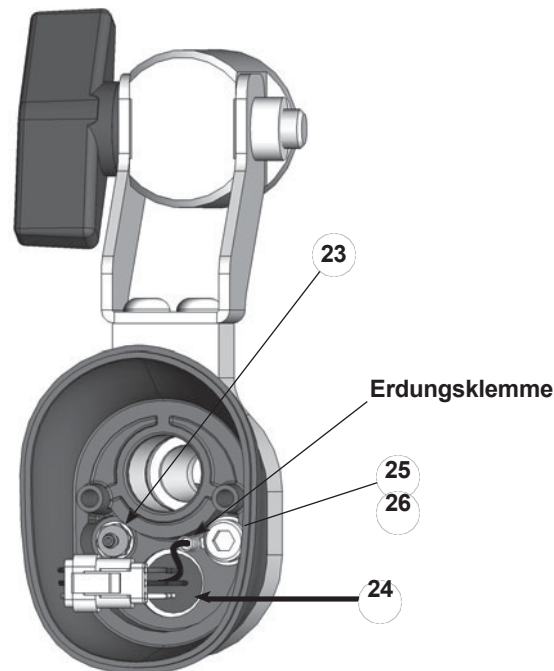

Abbildung 17 Demontage der Pistole - Austausch von Kabelbuchse und Stecknippel
5. Einen kleinen Schlitzschraubendreher in den Schlitz an den Kabelbaumsteckern einführen und trennen Sie den Steckdosenkabelbaum (24) vom Stromversorgungskabelbaum.
6. Siehe Abbildung 17. Den durchsichtigen Luftspülschlauch von der Stecknadelverschraubung (23) im Inneren des Geräts abziehen. das hintere Gehäuse.
- a. Siehe Abbildung 17. Verwenden Sie einen 4-mm-Sechskantschlüssel, um die Sechskantschraube (25) und die Unterlegscheibe (26) zu entfernen und die Erdungsklemme abzutrennen.
- g. Siehe Abbildung 17. Den Erdungsanschluss mit der Sechskantschraube und der Unterlegscheibe (25, 26) an der Endkappe befestigen.
16. Siehe Abbildung 17. Schließen Sie den Luftwaschschlauch an das Widerhakenfitting und den Stromversorgungskabel an den Kabelbaum der Steckdose an.